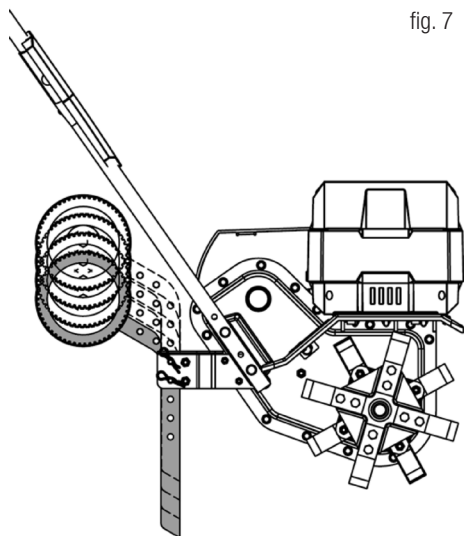

fig. 7
2. As rodas de suporte podem ser giradas, para que você possa usar o calado ajustável, ajuste a profundidade antes de trabalhar. fig. 7.
Para colocar as rodas na posição de trabalho, remova os pinos e pino e vire-os conforme mostrado na fig. 7. Em seguida, reposicione os parafusos na altura de trabalho desejada e prenda com os pinos.